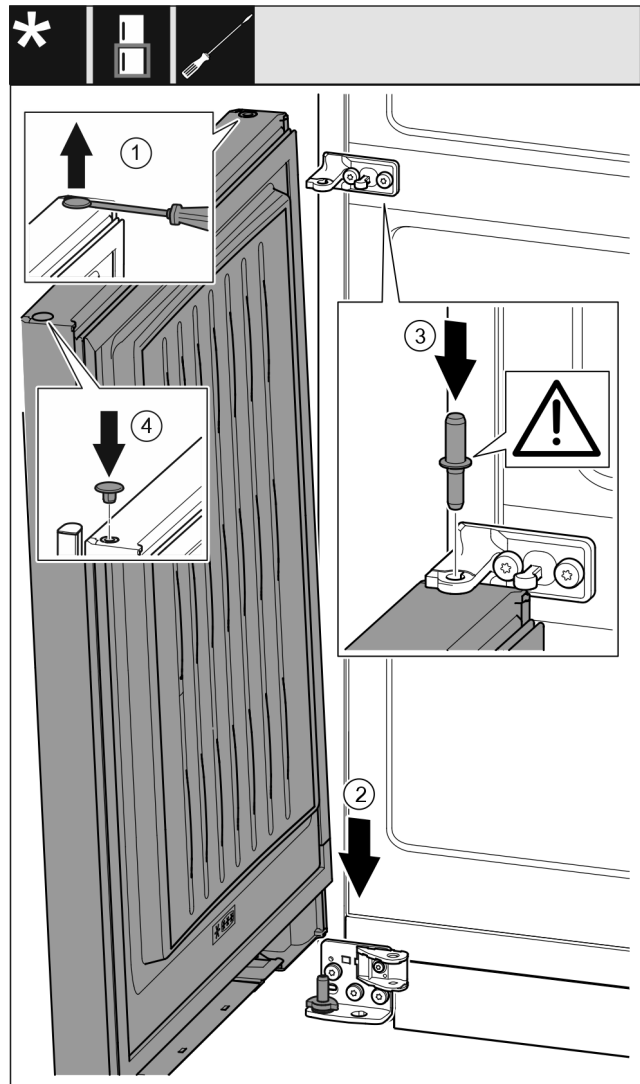

Fig. 57
- ▶ Stopfen Fig. 57 (1) vorsichtig mit einem Schlitzschraubendreher anheben und herausziehen.
- ▶ Tür Fig. 57 (2) von oben auf den unteren Lagerbolzen aufsetzen.
- ▶ Lagerbolzen Mitte Fig. 57 (3) durch Lagerbock Mitte in die untere Tür einsetzen. Dabei darauf achten, dass der Rastnocken nach hinten zeigt.
- ▶ Stopfen Fig. 57 (4) auf der anderen Türseite wieder einsetzen.